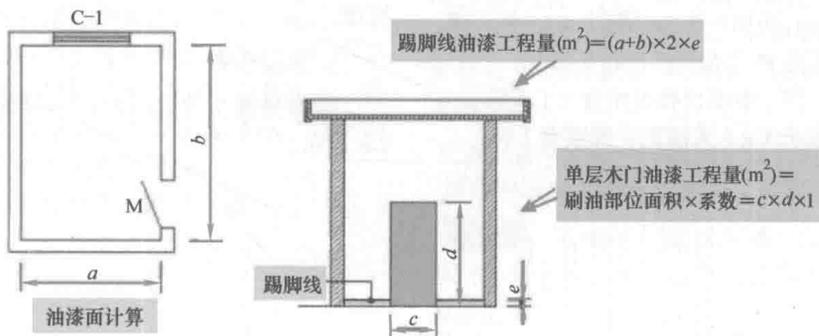

图 1-4 装修油漆面数量的计算
(4) 窗台板油漆面计算方法——长 \times 宽。
(5) 单层木门油漆工程量计算方法——刷油部位面积 \times 系数 = $c \times d \times 1$
(6) 踢脚线油漆工程量计算方法—— $(a + b) \times 2 \times e$, 如图 1-4 所示。